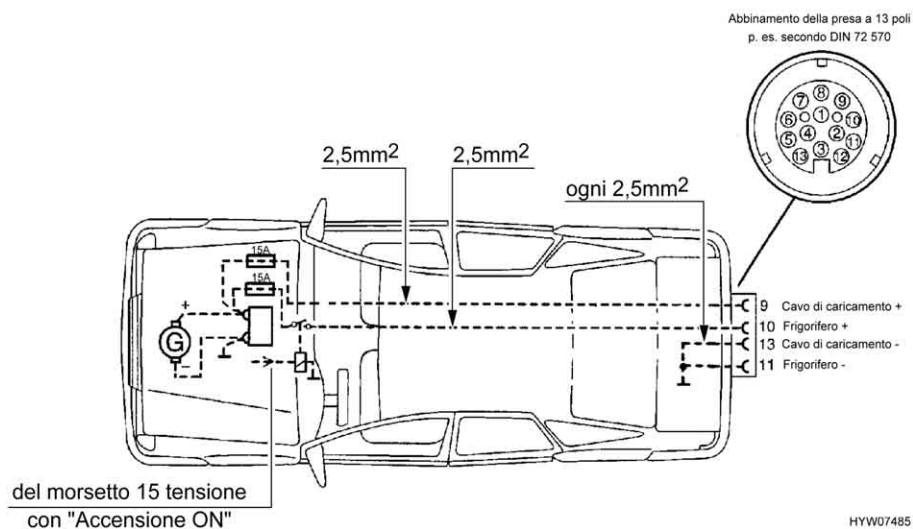

Fig. 101 Installazione per veicolo trainante
- ▷ Attrezzare la motrice con le sezioni di cavo relative e con un relais per l'alimentazione elettrica (comandata tramite accensione) (vedi Fig. 101).